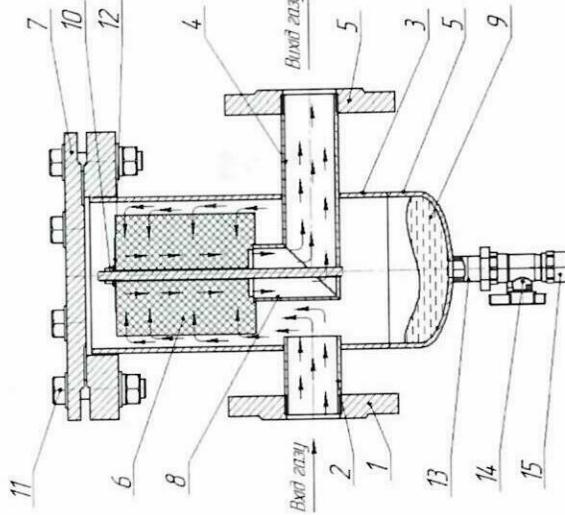

Рисунок 1 - Конструкція фільтра газового сітчастого фланцевого з прямим входом
4.1 Фільтр складається зі зварного корпуса 3 (Рисунок 1), фільтруючого елемента 6 і фланцевої заглушки, що розрахована згідно ГОСТ 14249-89. Фланцева заглушка 7 встановлюється на корпус фільтра за допомогою болтових з'єднань 11.
-Можливе виконання без патрубка для зливу конденсату (поз. 13 рисунок 1).